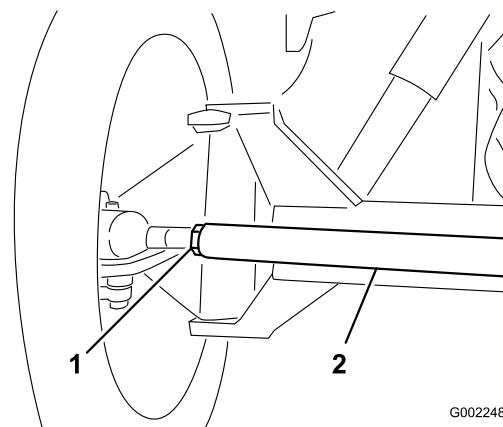

Figure 89
3. Si les mesures sont hors spécifications, desserrez les écrous de blocage aux deux extrémités de la biellette (Figure 89).